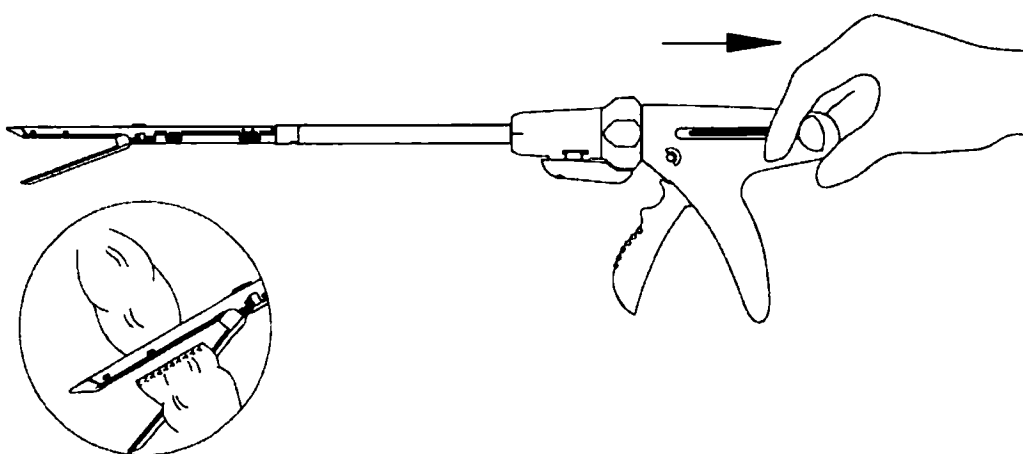

Рис. 11
6. После полного срабатывания степлера откройте бранши, потянув черный ползунок раскрытия бранши до конца. Осторожно извлеките изделие из ткани. После извлечения проверьте гемостаз всех участков. Незначительное кровотечение можно устранить с помощью электрокоагуляции или ручного наложения швов (как показано на Рис. 11).